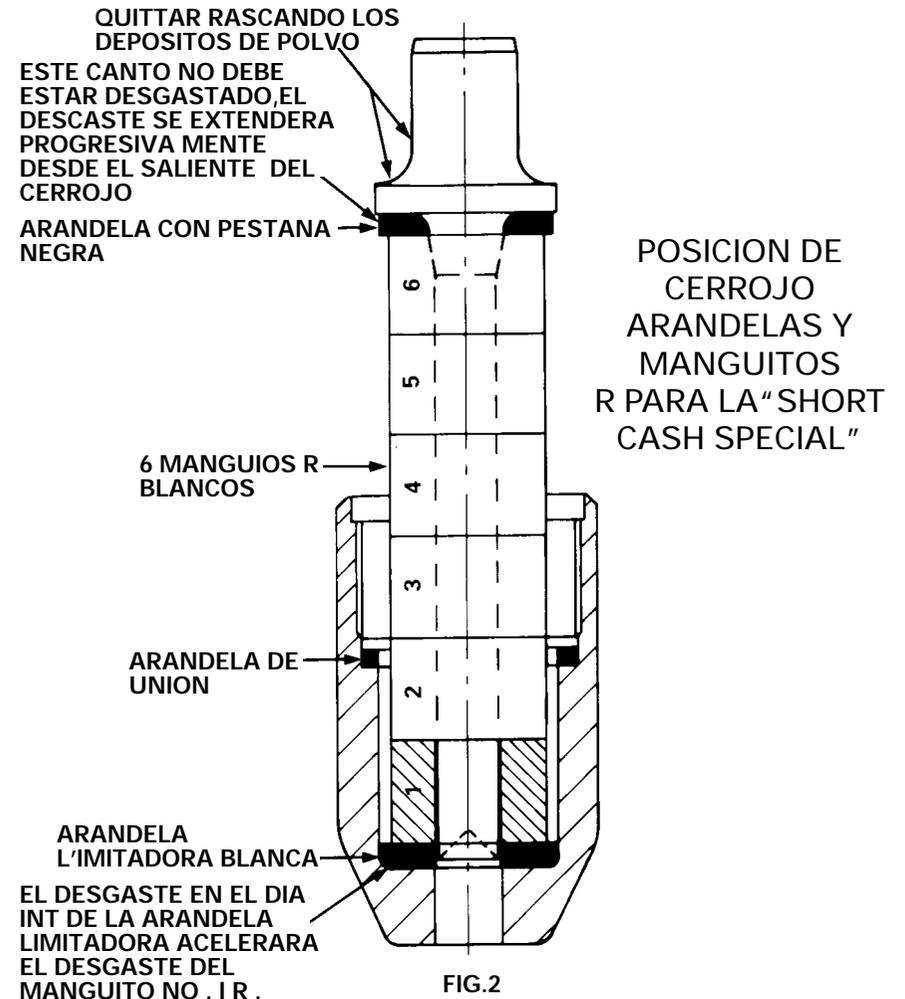

FIG.2
8. Al volver a armar las piezas es **ESENCIAL** que se instalen en la secuencia correcta la Arandela con Pestana, los Manguitos Recuperadores y la Arandela Limitadora, exactamente según señalado en la Fig. 1 o en la Fig. 2 para el modelo “SHORT”.